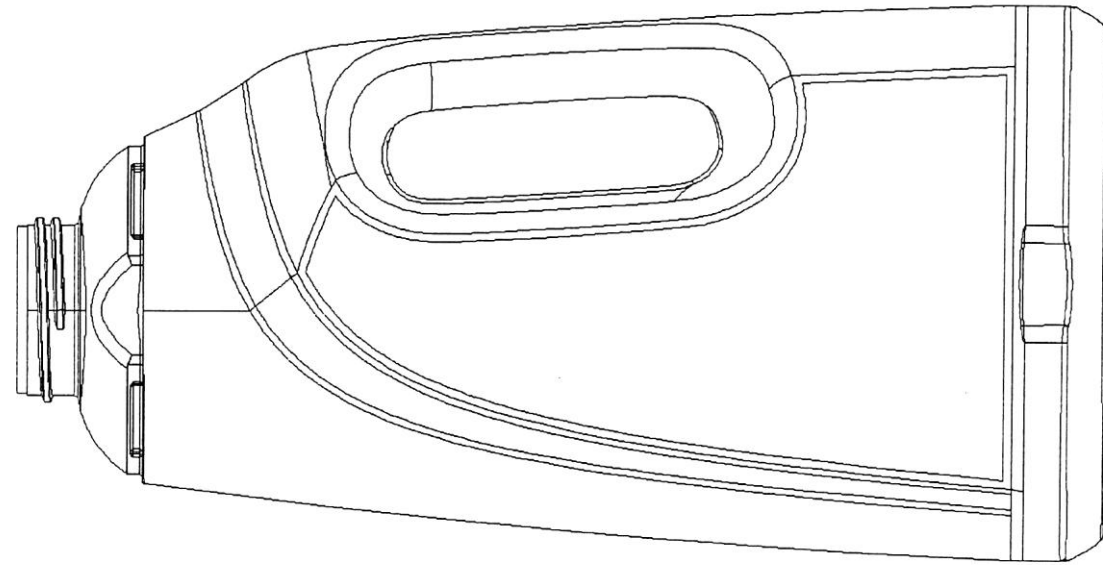

Fig. 14
- fig. 14 - odmianę 3 butelki w widoku z przodu,